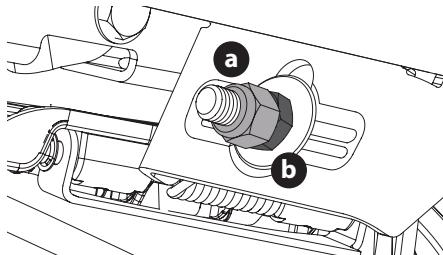

Figura 36
5. Para elevar el frente de la plataforma, extraiga la tapa de extremo, afloje la contratuerca exterior (a) y apriete (rosca hacia adentro) la tuerca interior (b) contra la ménsula de suspensión delantera (Figura 36). Una vez alcanzado el ajuste adecuado, vuelva a ajustar la contratuerca exterior (a) a 57 ft-lbs (77 N-m) y vuelva a colocar la tapa de extremo.
6. Para bajar el frente de la plataforma, extraiga la tapa de extremo, afloje la contratuerca exterior (a) y afloje (rosca hacia afuera) la tuerca interior (b), alejándola de la ménsula de suspensión delantera (Figura 36). Cuando se logre el ajuste correcto, vuelva a ajustar la contratuerca exterior (a) a 57 pies-libras (77 N-m) y vuelva a colocar la tapa de extremo.